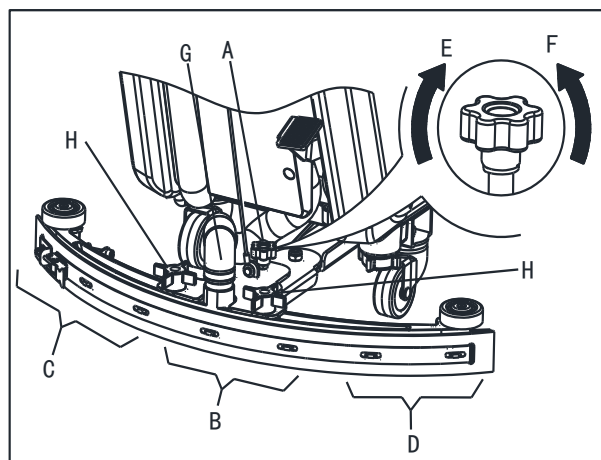

Figura 6
1. Installare il tergipavimenti e avvitare il dado (H), quindi connettere il tubo di aspirazione (G) al tergipavimenti.
2. Regolare il tergipavimenti mediante la manopola di regolazione del tergipavimenti (A, Figura 6).
- a) Se c'è uno spazio vuoto tra il suolo e la sezione intermedia della lama del tergipavimenti posteriore (B), regolare il pomello (A) in senso antiorario (F) finché ogni sezione della lama del tergi pavimento aderisce perfettamente al suolo, e la lama frontale tocchi il suolo leggermente.
- b) Se c'è uno spazio vuoto tra il suolo e entrambe le estremità della lama posteriore (C e D), regolare il pomello (A) in senso orario (E) finché tutte le sezioni della lama siano bene a contatto con il suolo e la lama frontale tocchi il suolo leggermente.